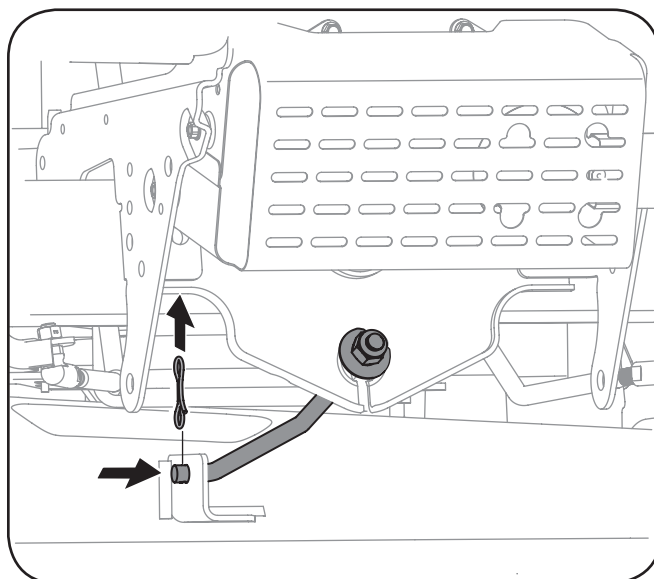

Figura 7-3
8. Quitar la proa-empate pasador de chaveta garantizar la vara levantar la cubierta a la cubierta. Deslice la cubierta de levantar la vara de la weldment montaje en la cubierta. Vea la Figura 7-3.